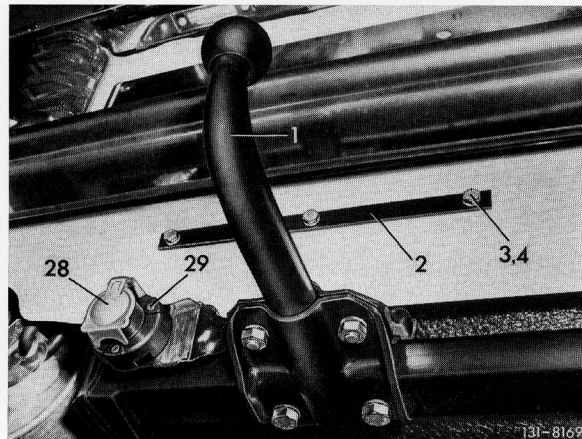

Bild 3
35 Steckdose (28) mit den Schrauben (29), Federungen (30) und Muttern (31) an den Halter anschrauben (Bild 3).